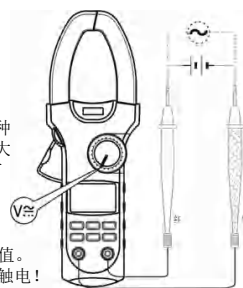

图 3
1. 交直流电压测量V $\overline{\sim}$ (见图3)